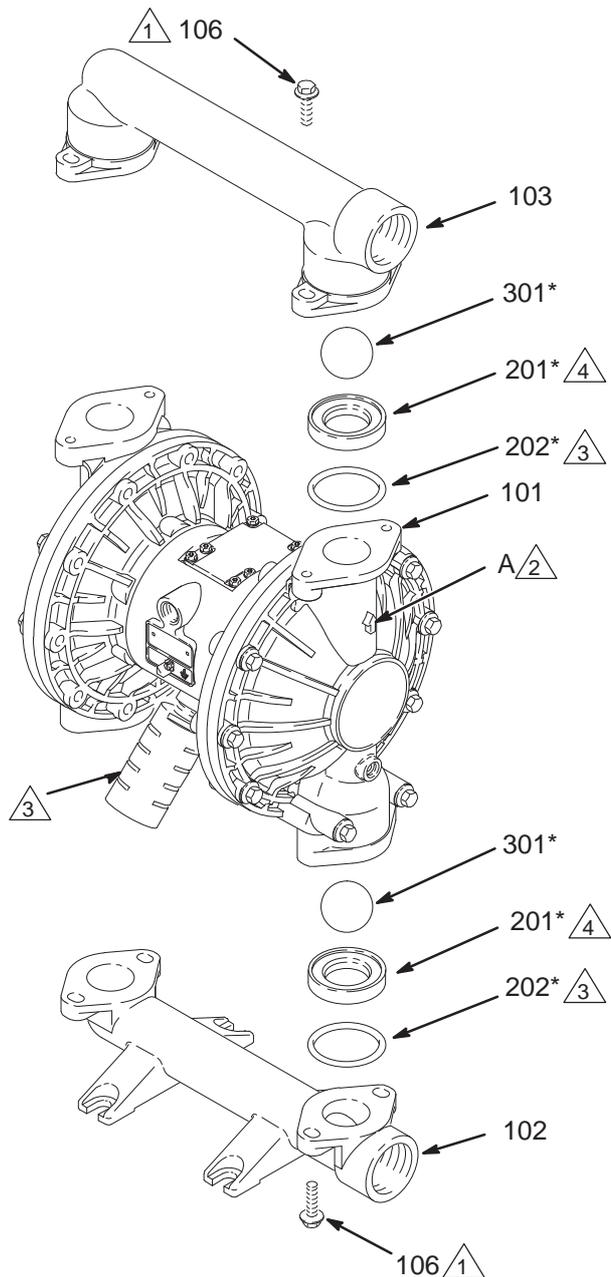

FIG. 10
3. Utilizando uma chave de caixa de 13 mm, remova as quatro cavilhas (106) que unem a tubagem de saída (103) às tampas de produto (101). Consulte a FIG. 10.
4. Retire os O-rings (202, *não utilizados em alguns modelos*), sedes (201) e esferas (301).
5. Rode a bomba ao contrário e retire a tubagem de entrada (102). Retire os o-rings (202, *não usados em alguns modelos*), sedes (201) e esferas (301) das tampas do líquido (101).
2. Volte a montar na ordem inversa, seguindo todas as notas na FIG. 10. Assegure-se de que os retentores de esfera são montados **exatamente** como mostrado. A setas (A) nas tampas de produto (101) **têm** de apontar para a tubagem de saída (103).